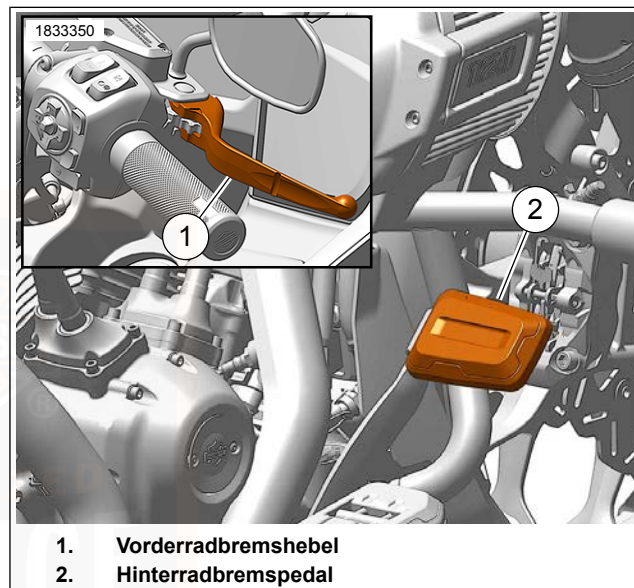

Abbildung 55. Bedienungselemente für Bremsen
Siehe Abbildung 55. Mit dem Vorderradbremsehebel (1) wird die Vorderradbremse betätigt. Der Hebel befindet sich am rechten Lenker. Den Handhebel mit den Fingern der rechten Hand betätigen.
Siehe Abbildung 55. Mit dem Hinterradbremsepedal (2) wird die Hinterradbremse betätigt. Das Pedal befindet sich auf der rechten Seite. Das Hinterradbremsepedal mit dem rechten Fuß betätigen.